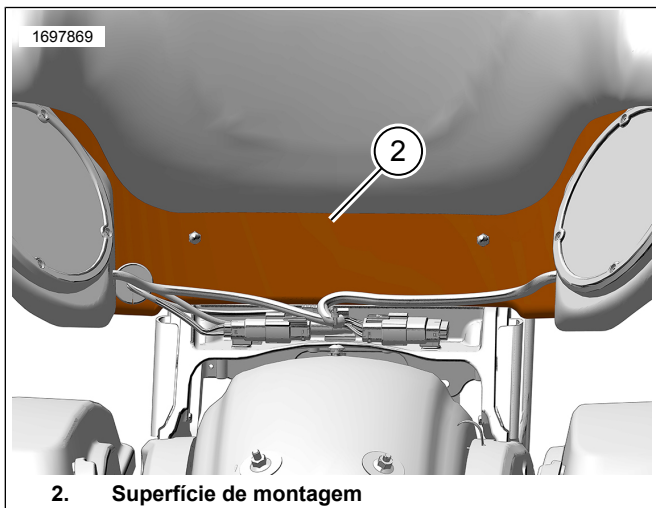

Figura 10. Superfície de montagem
2. Veja a figura 10. Instale os prendedores do chicote de fios.
- b. Deixe a superfície de montagem (2) secar completamente.